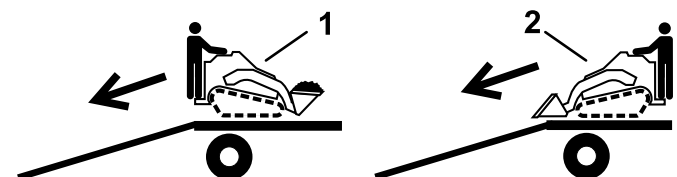

Figure 26
2. Placez toujours l'extrémité la plus lourde de la machine en haut de la rampe, la charge en bas, pour la descendre de la remorque (**Figure 26**).